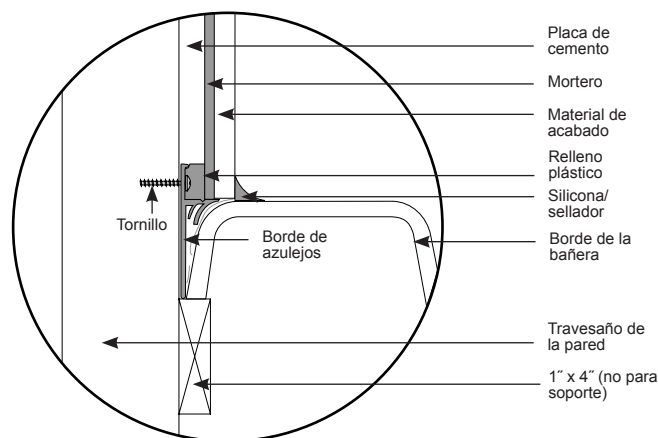

Figura 12 - Soporte
- 4 Coloque la bañera en el nicho. Atornille el borde al travesaño de madera. Es posible que necesite colocar cuñas a la unidad para cerrar cualquier brecha que exista entre el travesaño de madera y el borde (Figura 12).